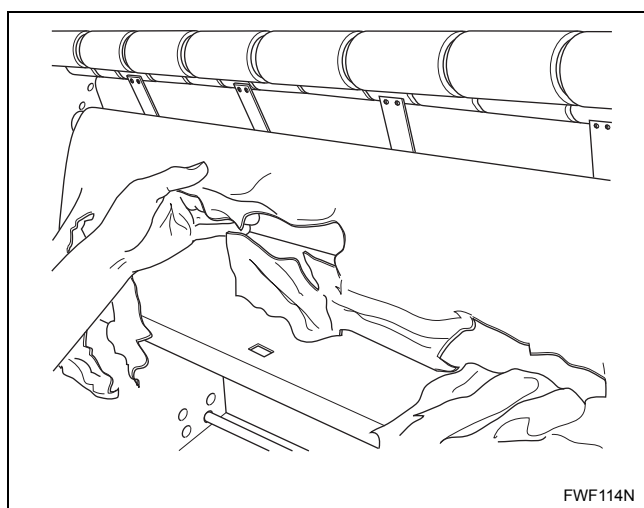

Figura 13
d. Conduza o papel protector para fora da máquina. Consulte a *Figura 13*.